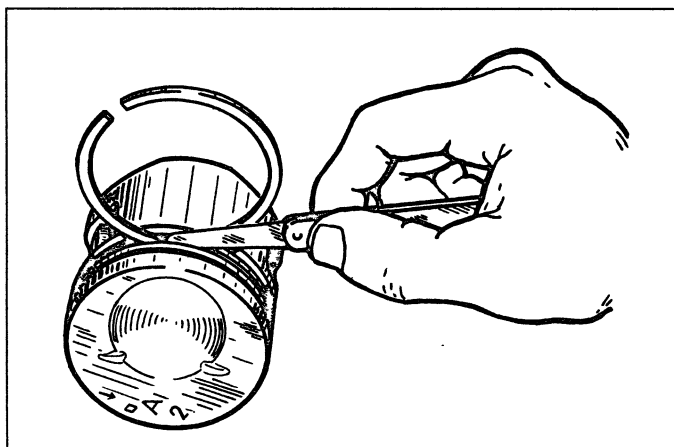

Рис. 2-34. Проверка зазора между поршневыми кольцами и канавками
**Зазор между поршневыми кольцами и канавками** проверяйте набором щупов, как показано на рис. 2-34, вставляя кольцо в соответствующую канавку. Расчетный зазор (округленный до 0,01 мм) для новых деталей составляет для верхнего компрессионного кольца 0,04–0,07 мм, для нижнего – 0,03–0,06 мм и для маслосъемного – 0,02–0,05 мм. Предельно допустимые зазоры при износе – 0,15 мм.